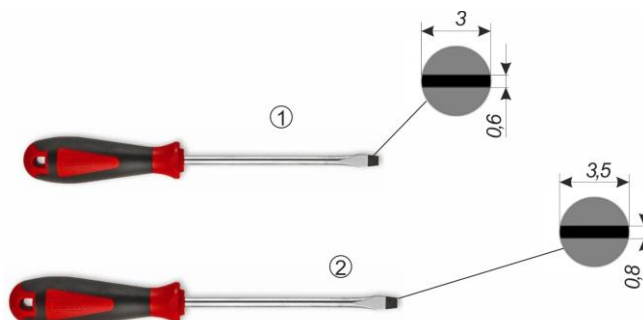

Рисунок 4.4 - Розміри шліць викруток типу SL 0,6x3 мм (1) і SL 0,8x3.5 мм (2), відповідно
Підключення зовнішніх кіл здійснюється за допомогою з'єднання під гвинт на роз'єм-клеммах. Для надійного підключення рекомендується використовувати викрутки типу SL 0,6x3 мм і SL 0,8x3.5 мм для роз'ємів SH220R-3.81 і SH230R-5 відповідно (див. рисунок 4.4)
4.3.6.2 У вікні редагування параметрів натиснути клавішу "Блок мережевого обміну" (див. рис. 4.4).